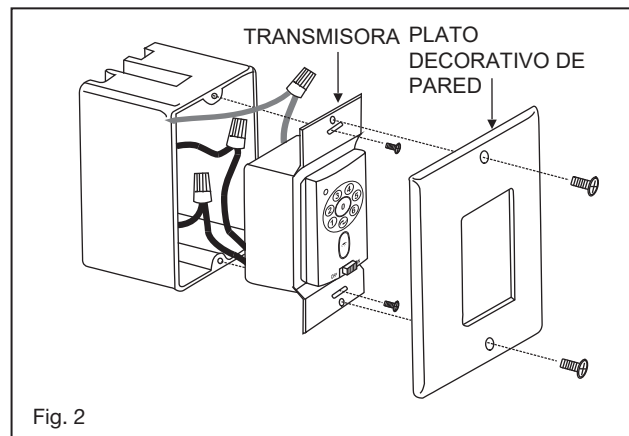

Fig. 2
- 3 Sujete el ensamblaje de la cuchilla al motor con los tornillos provistos y las arandelas de seguridad. Repita el procedimiento para las cuchillas restantes (Fig. 2). ¡Asegúrese de que los tornillos estén apretados! Los tornillos flojos del motor pueden contribuir al zumbido innecesario durante la operación.
- 7** Luz de señalización (Fig. 2)